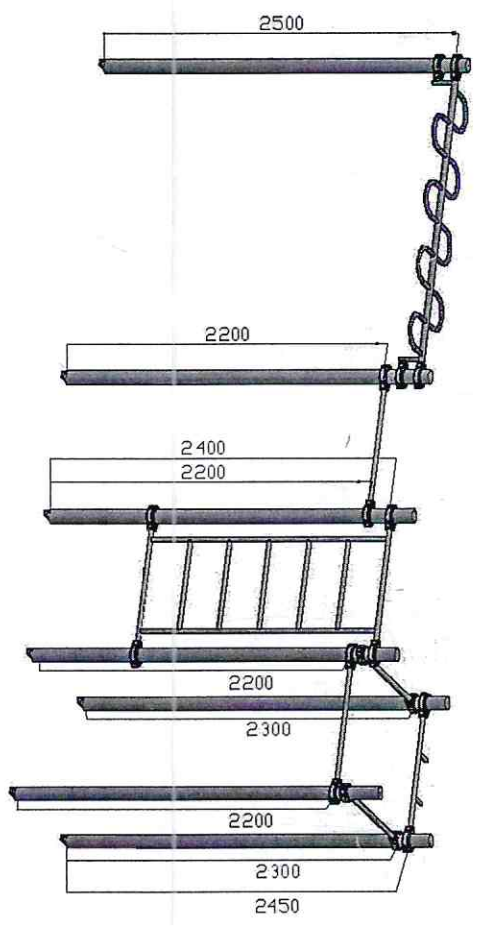
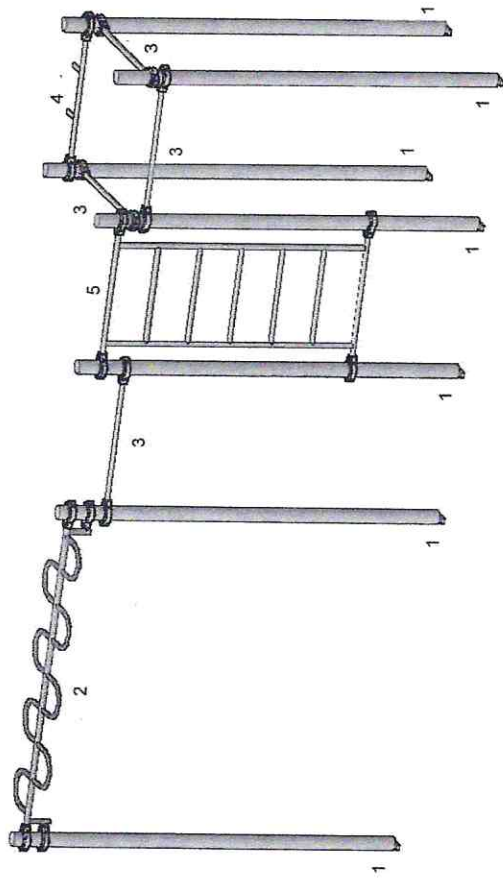

Рис.3 Схема высот крепления
Рис.4 Схема сборки
1. Присоедините к стойкам 1 перекладины 2, 3 и 4 и лестницу 5 согласно схемам на рис. 3 и 4 с помощью хомутов (18 шт.), винтов с внутренним шестигранником М10х55, М10х70 (по 18 шт.) и гаек М10 (36 шт.). На рис.4 показаны расстояния от верха трубы до верха хомута.